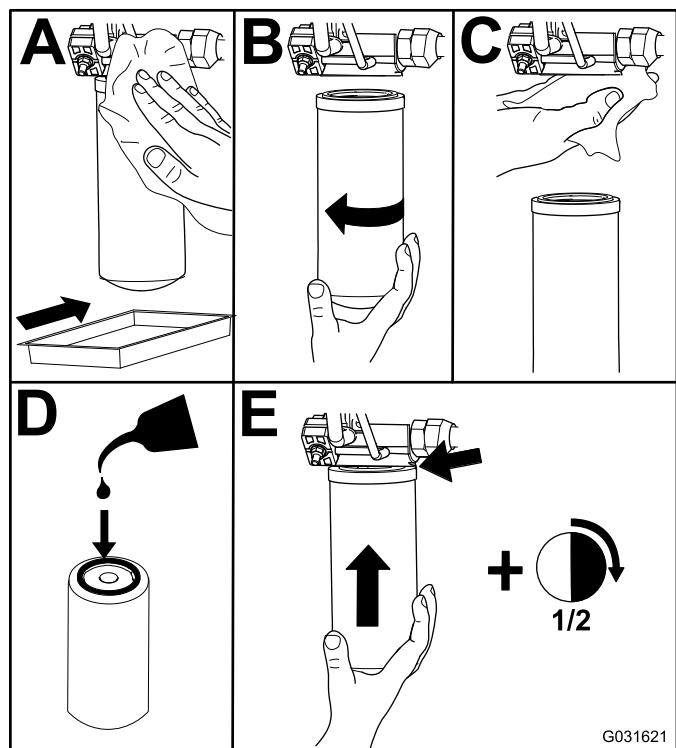

Figure 85
2. Remplacez le filtre hydraulique de charge au niveau du compartiment de levage hydraulique, comme montré à la Figure 85.
4. Remplacez le filtre de retour du côté droit de la machine (Figure 85).